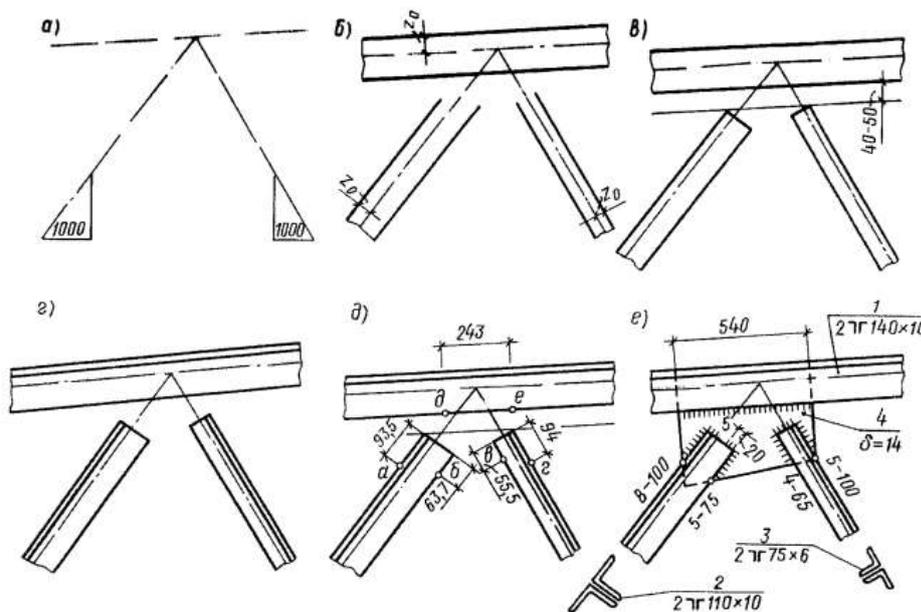

Рисунок 77 - Последовательность построения узла фермы
- Последовательность построения узла фермы приведена на рис. 77.